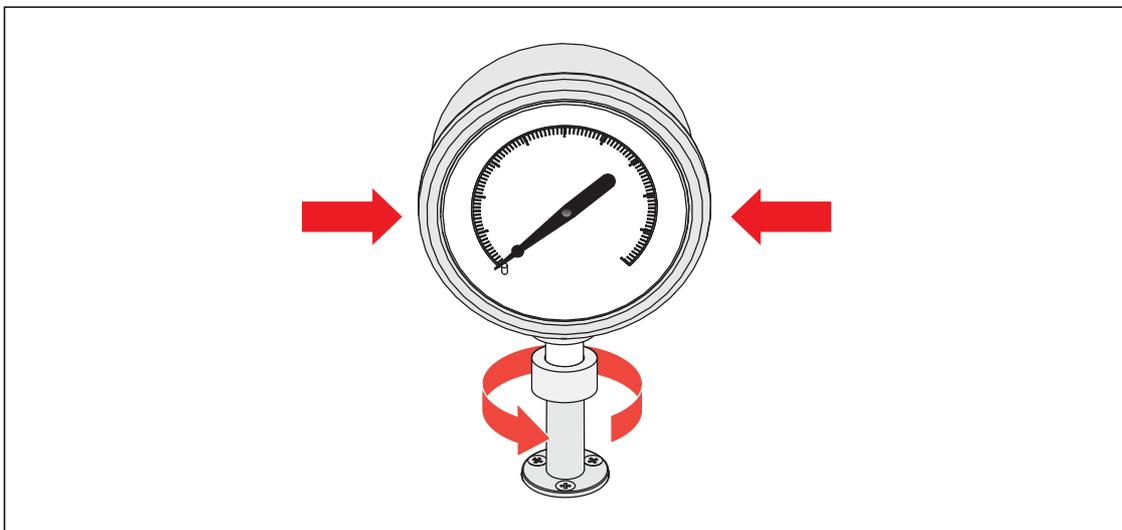

Рис. 9. Затяжка манометра
4. Надежно удерживая прибор, поворачивайте переходник манометра ПРОТИВ -ЧАСОВОЙ СТРЕЛКИ, пока он не установится на уплотнительное кольцо, см. Рис. 9.